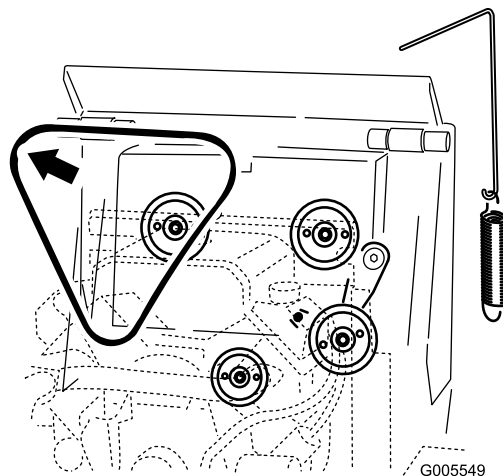

Figura 59
6. Retire la correa de las 3 poleas (**Figura 59**).